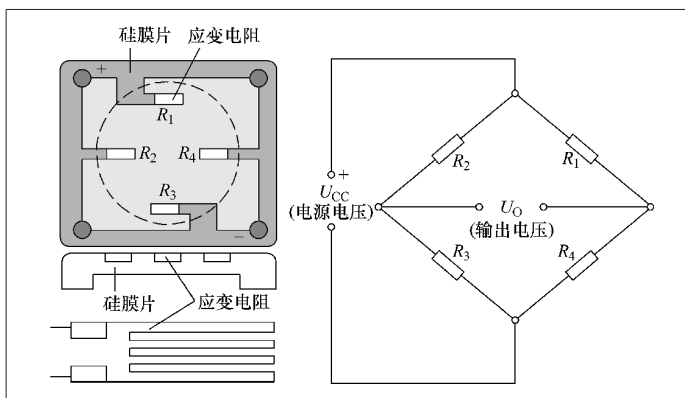

图 6-52 半导体压敏电阻式传感器结构与工作原理
(1) 半导体压敏电阻式的结构与工作原理 半导体压敏电阻式进气歧管绝对压力传感器由压力转换元件（硅膜片）和对转换元件输出信号进行放大的 IC 电路组成。其结构与工作原理如图 6-52 所示。